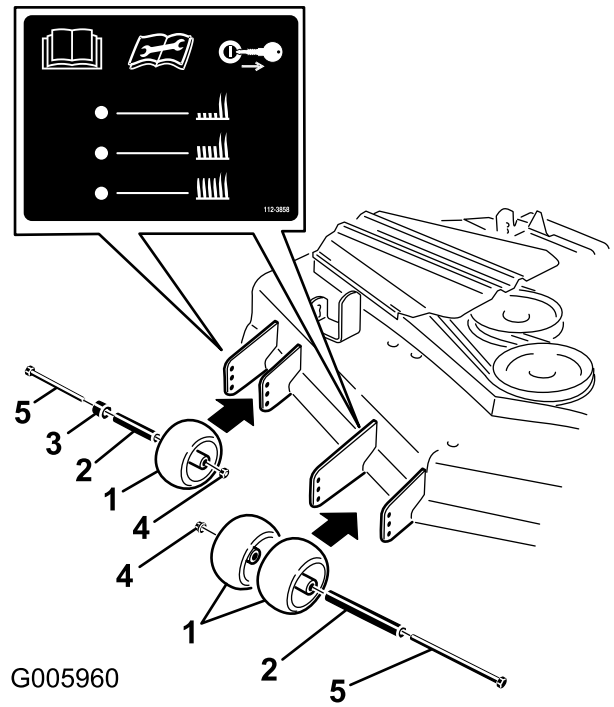

**Figura 19**
3. Después de ajustar la altura de corte, ajuste los rodillos retirando la tuerca con arandela prensada, el casquillo, el espaciador y el perno (Figura 19 o Figura 20).
**Nota:** Los dos rodillos centrales no tienen espaciador (Figura 19 o Figura 20).
5. Instale la tuerca con arandela prensada, el casquillo, el espaciador y el perno. Apretar a 54–61 N·m (Figura 19 o Figura 20).